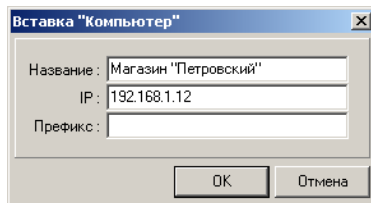

Рис. 180. Свойства удаленного компьютера
2. В поле «IP» — IP-адрес компьютера, на который собираетесь передавать данные (рис. 180). Необходимо только в том случае, если вы собираетесь передавать данные с помощью «Серверного приложения ТДТ» по протоколу TCP/IP (об этом будет рассказано ниже).